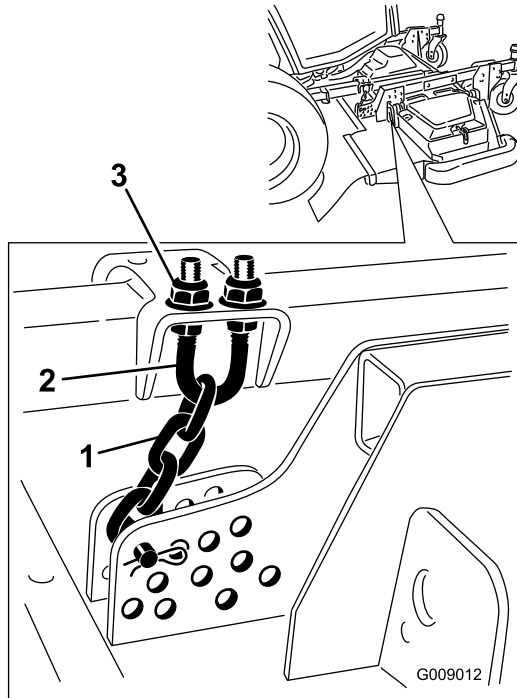

Figura 134
- Desaperte as porcas de retenção na zona superior ou inferior da cavilha em U da correia da altura de corte (Figura 134).